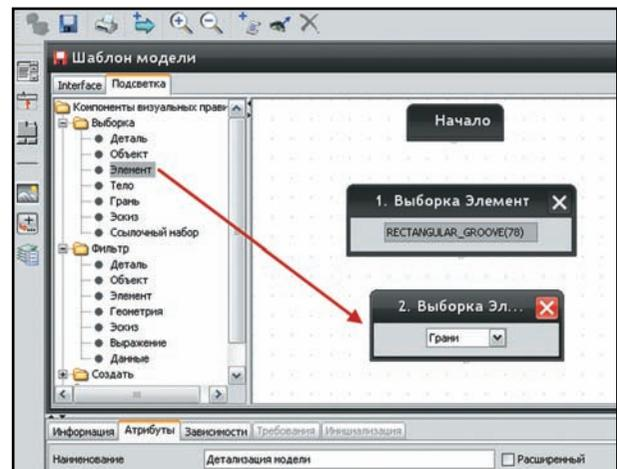

Рисунок 10.64 Выборка граней
- Далее нам необходимо получить все грани элемента полученной операции выборки. Это можно сделать, добавив ещё одну операцию выборки. Для этого из левой части окна редактирования визуального правила, раскрыв группу **Выборка**, выделите и перетащите в поле редактирования функцию **Элемент**. В выпадающем списке блока функции установите тип выбираемых элементов **Грани** (рис. 10.64). Добавленный блок-функция будет принимать элемент построения проточки из первой функции выборки и выбирать все грани этого элемента.